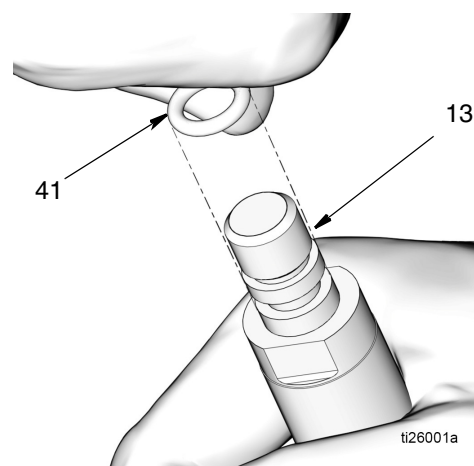

FIG. 23
- c. Retirer le joint torique (41) de la tige de piston (13) (FIG. 23).